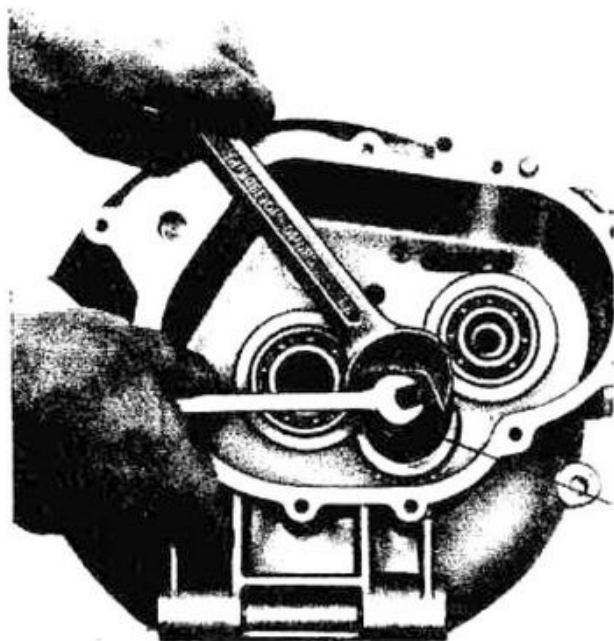

Fig. 93
- il cuscinetto a rulli per albero primario, adoperando l'estrattore n. 12913100 (9 di fig. 93);